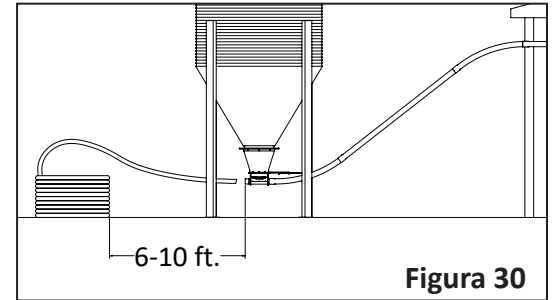

Figura 30
1. Coloque el resorte del sinfín aproximadamente a 1.83 m-3.1 m (6-10 pies) del extremo de la salida, como se muestra en la Figura 30.